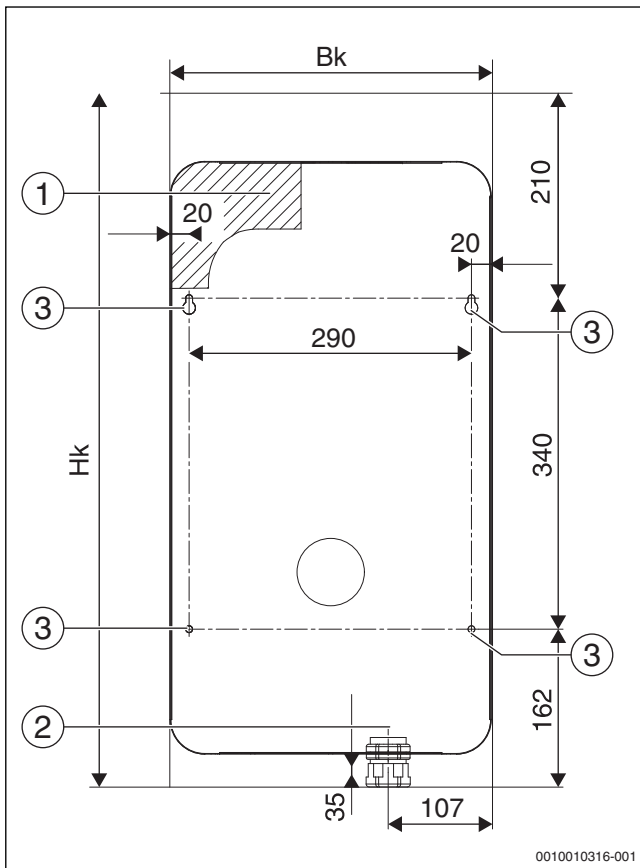

Fig. 6 Dimensjoner til borehullene for fastgjøring av fyrkjelen på veggen og for strømledningen ved fyrkjelen Tronic Heat 35004-9 kW
- ▶ Marker på posisjonene til borehullene for monteringsplaten. Til dette kan du bruke den vedlagte malen. (→ fig. 6, side 11)